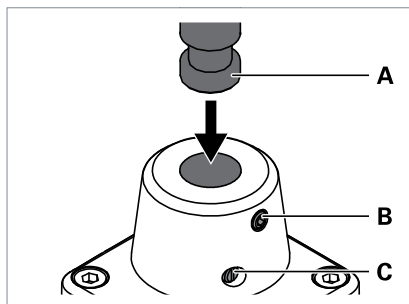

Fig. 3: Monter le luminaire sur l'élément de fixation.
- Dévisser la vis **C** hors de l'élément de fixation, voir Fig. 3.
- Tourner la goupille fileté **B** dans l'élément de fixation jusqu'à ce que la friction désirée soit atteinte, voir Fig. 3.